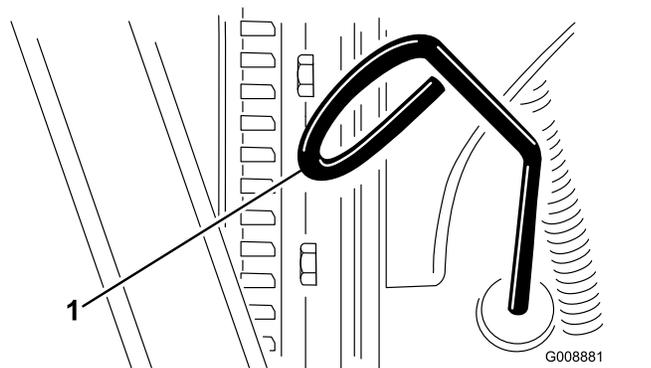

図 68
3. ディップスティック **図 68** を抜きウェスで一度きれいに拭く。